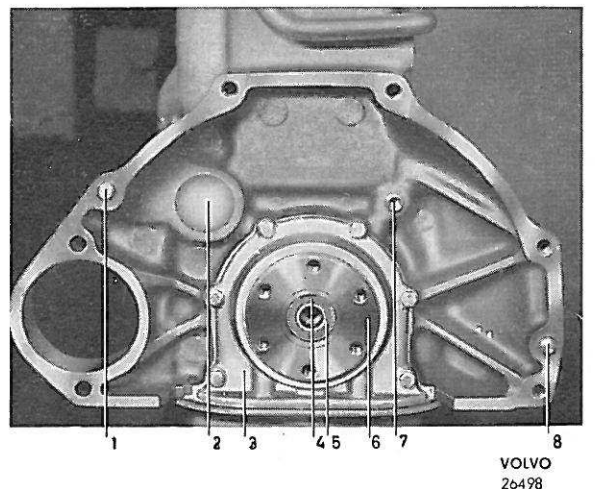

Figure 19. Extrémité arrière du moteur
Avant le montage, mettre au palier-guide (5, figure 19) un peu de graisse à roulements résistant à la chaleur. Le palier et la rondelle de protection sont maintenus en place par un jonc d'arrêt (4).